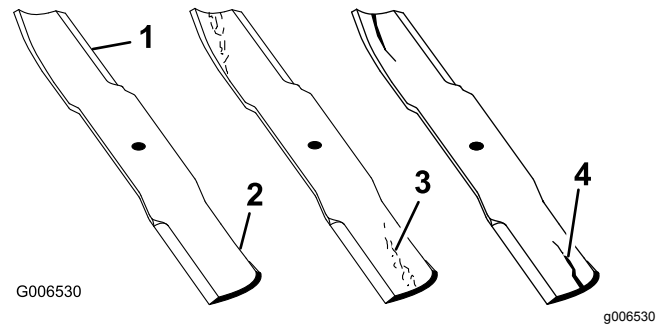

図 55
1. 刃先の部分を点検する 図 55。
4. ひび、磨耗、割れの発生などがあれば、直ちに新しいブレードに交換する 図 55。